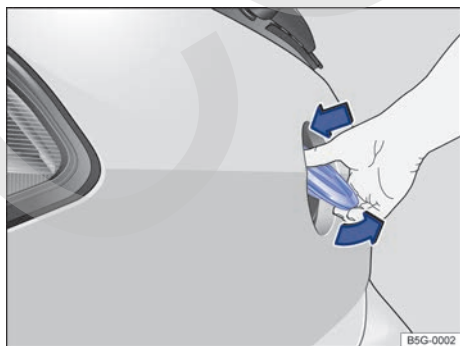

Fig. 38 Apertura del portón trasero desde el exterior.
- Presione con el dedo pulgar sobre la parte superior del emblema de Volkswagen ⇒ fig. 38 de modo que sobresalga la parte inferior. Agarre el emblema por abajo y levante el portón.